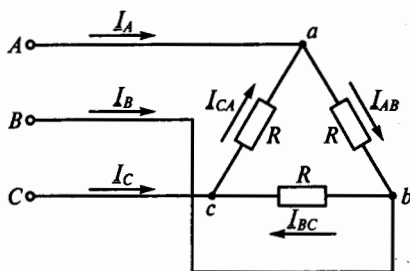

Рис. 134
**3.117.** Каковы уравнения, связывающие векторы линейных и фазных токов в схеме на рис. 134?